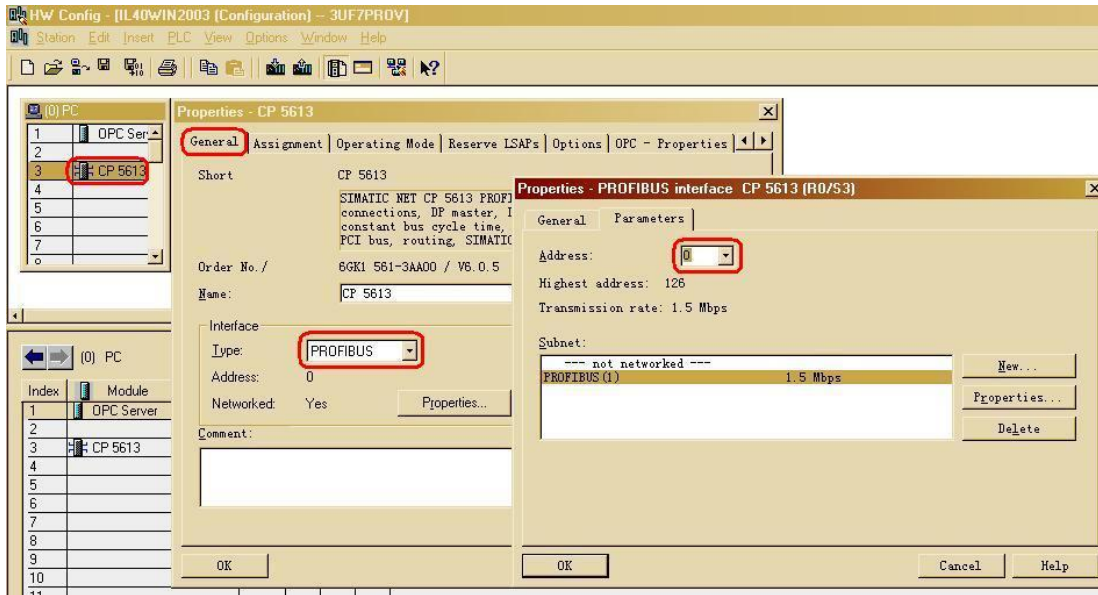

图 18
(A) 在 STEP7 项目中插入 PC Station，添加 OPC Server 和 CP5613，在 General 中设置接口类型和站地址，如图 18 所示。